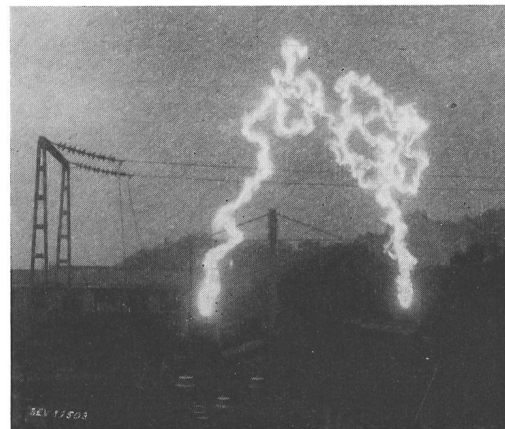

Fig. 7.
c) Den effektvollen Abschluss dieser Demonstrationen bildete ein Lichtbogen bei 400 kV mit ca. 3000 MVA Kurzschlussleistung (Fig. 7); Lichtbogen mit so hoher Spannung und Leistung waren noch nirgends zu sehen. Der Kurzschluss wurde durch den neuen Hochleistungs-Kurzschlusstransformator gespeist und durch *zwei in Serie geschaltete Pole* eines 220-kV-Druckluftschalters ein- und ausgeschaltet. Die Länge des Lichtbogens wurde auf 20 m geschätzt.